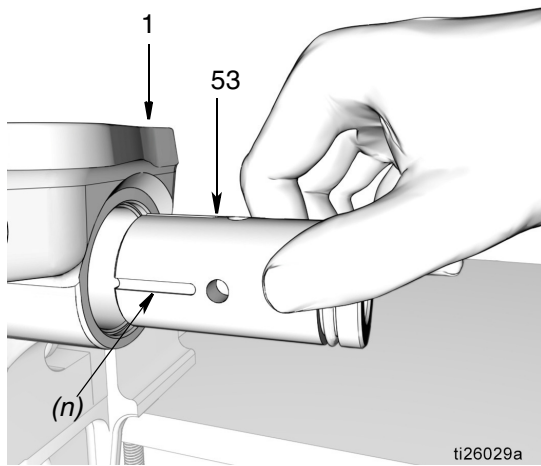

FIG. 44
- Installare la manica dell'elemento della pompa (53) nella base della stessa (1). Per determinare l'orientamento corretto per l'installazione, fare riferimento a FIG. 44.